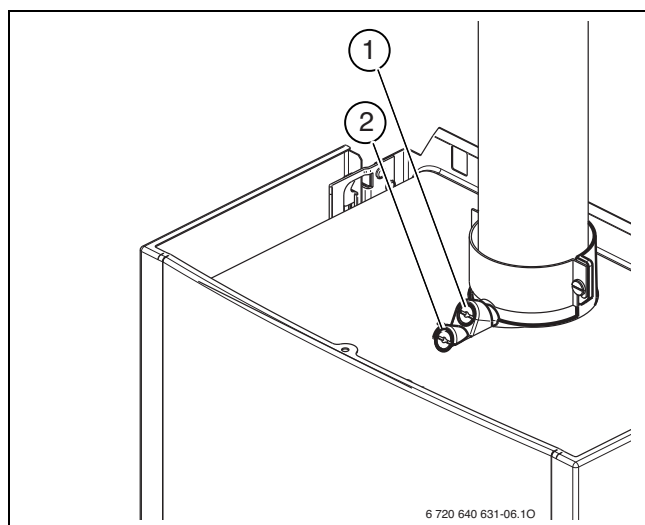

Bild 64 Z.N 11/18/24-7 AE
Legende zu Bild 64 und 65:
- ▶ Verschlussstopfen am Abgas-Messstutzen [2] entfernen (→ Bild 64/65, Seite 44).